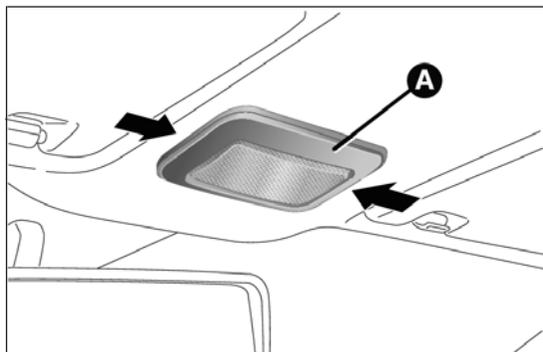
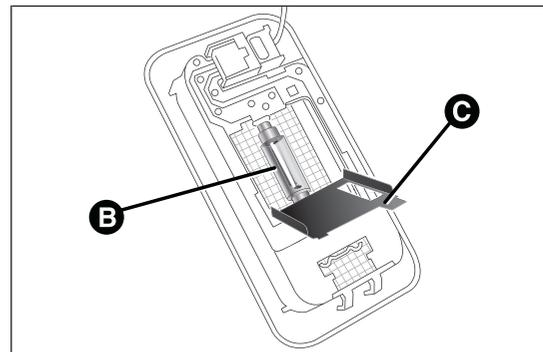

fig. 136
fig. 137
- agir sur le point indiqué par la flèche et enlever le plafonnier A fig. 136 ;
- ouvrir le volet C fig. 137 et remplacer l'ampoule B en la séparant des contacts latéraux ;
- monter la nouvelle ampoule B fig. 137, en s'assurant qu'elle soit bien bloquée entre les contacts ;
- refermer le volet C fig. 137 et fixer le plafonnier A fig. 136 dans son logement en s'assurant de son blocage.